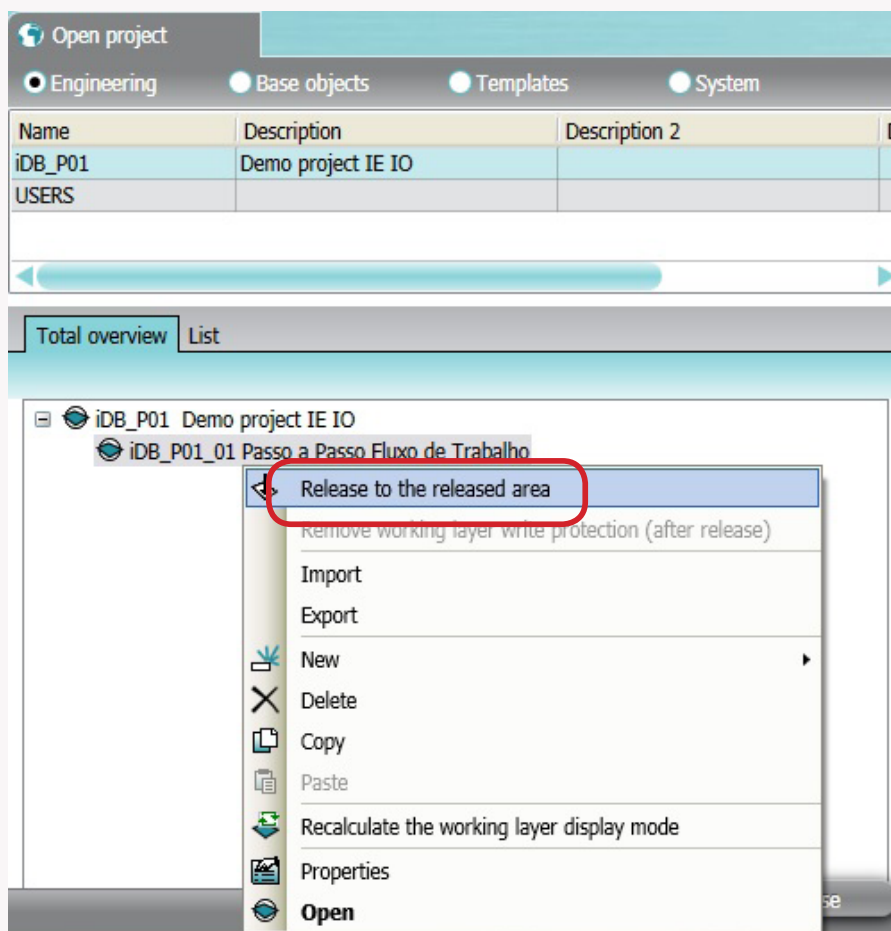

Figura 37 – Release da camada
- Selecione a opção: **Release to the released área (Figura 37)**;